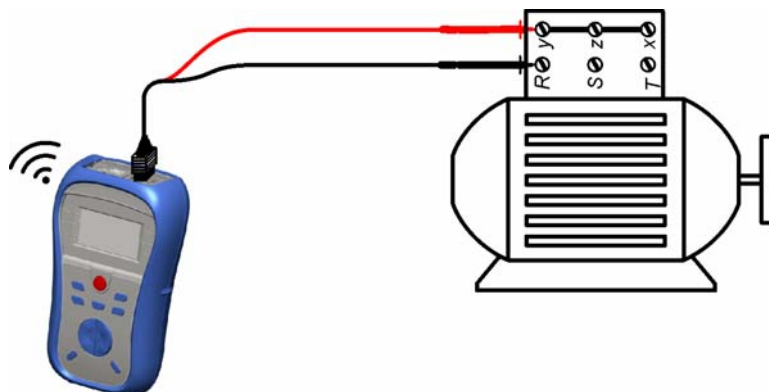

Рисунок 5.7: Применение 2-проводного измерительного кабеля
- ❑ **Подсоедините** измерительные провода к измеряемому объекту (см. рисунок 5.7).